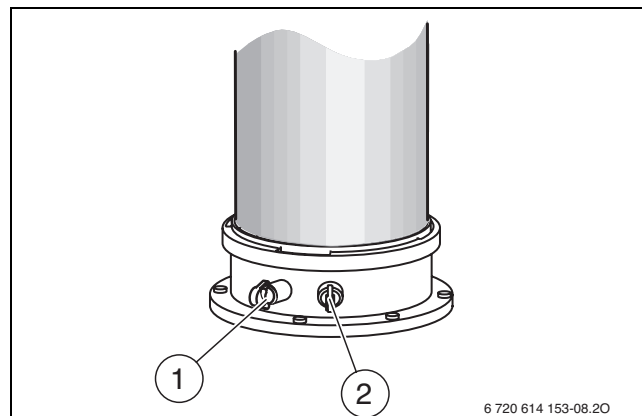

Fig. 43
- ▶ Rimuovere il tappo sul manicotto di misurazione dell'aria comburente [2] (→ fig. 43).
- ▶ Rimuovere il tappo dal manicotto di misurazione dei gas combusti [1] (→ fig. 43).